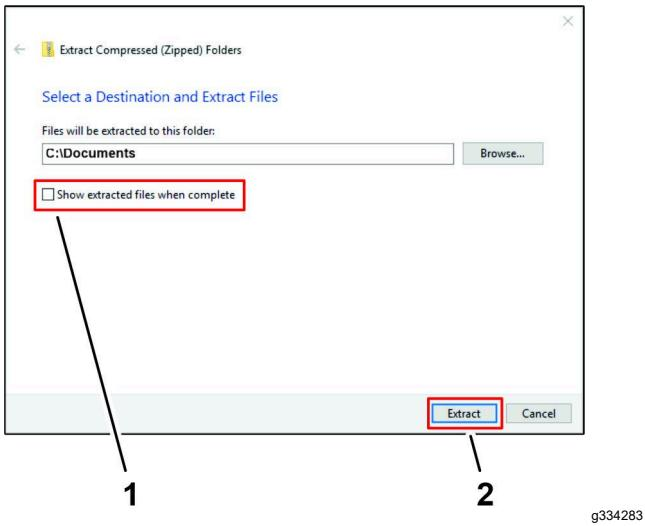

Bild 36
4. Deaktivieren Sie im Dialogfeld Extract Compressed [Komprimierte Dateien extrahieren] das Kontrollkästchen SHOW EXTRACTED FILES WHEN COMPLETE [Extrahierte Dateien nach Abschluss anzeigen], und klicken Sie auf die Schaltfläche EXTRAHIEREN (Bild 36).